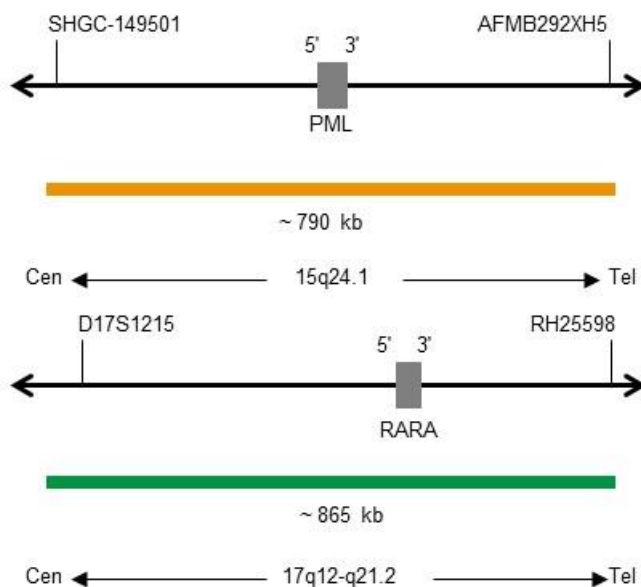

Fig. 1 : En haut : Carte de la sonde SPEC PML ; En bas : Carte de la sonde SPEC RARA (pas à l'échelle)
- Polynucléotides marqués au ZyGreen (excitation 503 nm/émission 528 nm) (~12 ng/ $\mu$ l), qui ciblent une séquence de 17q12-q21.2\* (chr17:37,953,503-38,818,030) (voir figure 1).
- Polynucléotides marqués au ZyOrange (excitation 547 nm/émission 572 nm) (~6 ng/ $\mu$ l), qui ciblent une séquence de 15q24.1\* (chr15:73,910,690-74,699,298) (voir figure 1).